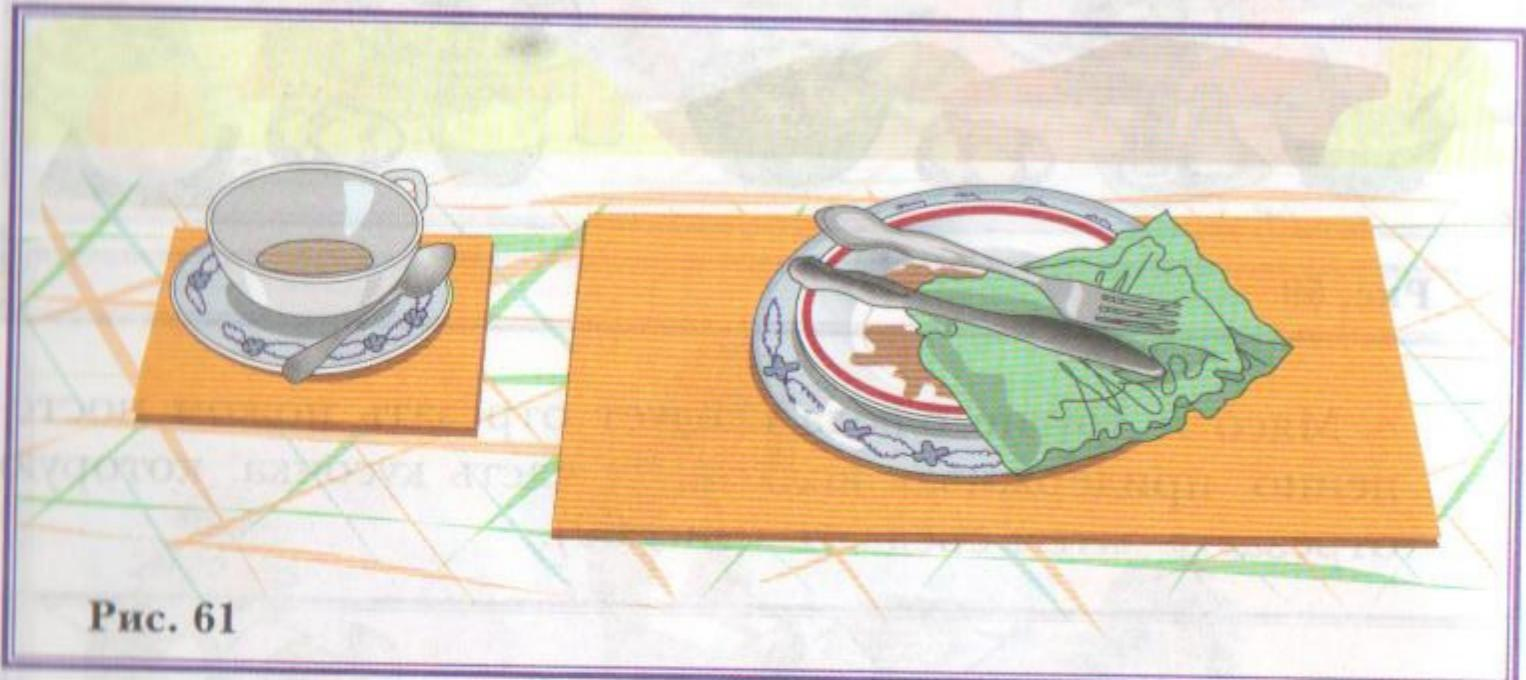

Рис. 61
12. После окончания приёма пищи вилку, нож, ложку следует положить на тарелку, а не на скатерть (рис. 61). На тарелку кладут и использованную бумажную салфетку.